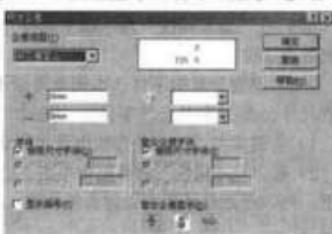

图 6-141 “尺寸公差”对话框
(26) 公差。单击“公差”按钮，弹出“尺寸公差”对话框，如图 6-141 所示。分别可以设定公差类型、字体比例、字体高度、公差带代号、上下偏差值等，单击“确定”按钮。